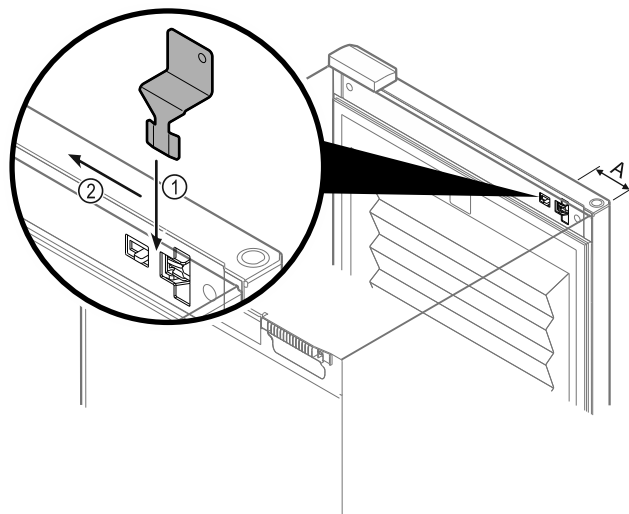

Fig. 228
- Placer la clé de déverrouillage d'urgence à l'emplacement indiqué Fig. 228 (A) ≈ 100 mm (3 15/16 in).
- Du haut, insérer la clé de déverrouillage d'urgence Fig. 228 (1) entre la porte et le corps de l'appareil jusqu'en butée.
- Tirer la clé de déverrouillage d'urgence vers la charnière. Fig. 228 (2)